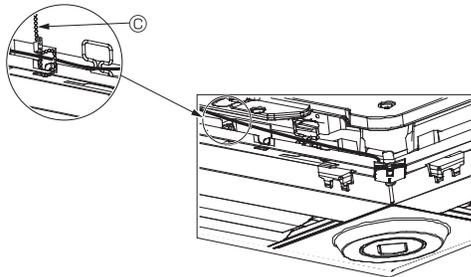

Fig. 10-12
- Fixez les fils du capteur i-See et du récepteur de signal au panneau à l'aide des fixations, comme indiqué sur le schéma, de sorte qu'il n'y ait pas de mou au niveau des fils, puis coupez le fil qui dépasse aux extrémités de la fixation. (Fig. 10-12)
- Si la position du capteur i-See a été permutée de la position "o" (E) à la position "□" (F), changez le réglage des fonctions. (Voir page 54.)